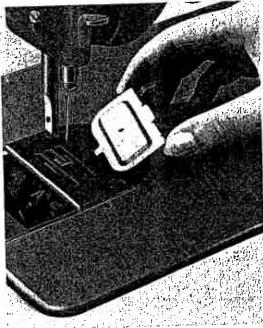
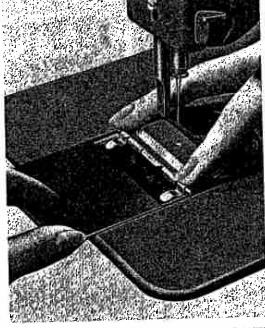

Fig. 30
Fig. 31
2. Oberdeck-Stichplatte einhängen (Fig. 30), einschwenken und mit dem Grundplattenschieber festhalten (Fig. 31).
2. Slip the prong of the cover plate into the hole of the needle plate (Fig. 30), turn it over and secure it in position with the bed slide (Fig. 31).
2. Mettre en place la plaque de recouvrement (fig. 30) et la bloquer par la glacière de plateau (fig. 31).
2. Enganche la plaquita (fig. 30), prestónguela sobre la placa de aguja y asegúrela con la corredera de la placa base (fig. 31).